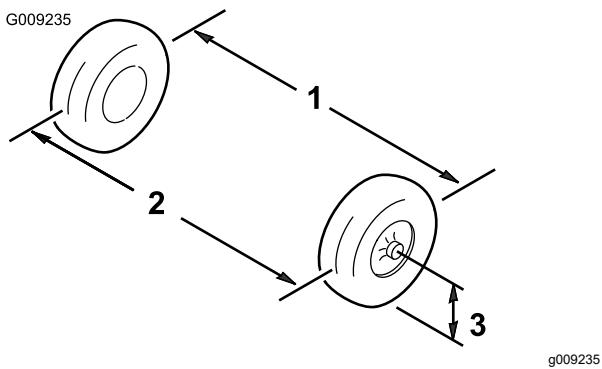

Bild 114
5. Messen Sie den Abstand zwischen beiden Vorderreifen auf Achshöhe (an der Vorder- und Rückseite der Vorderreifen) (**Bild 114**).